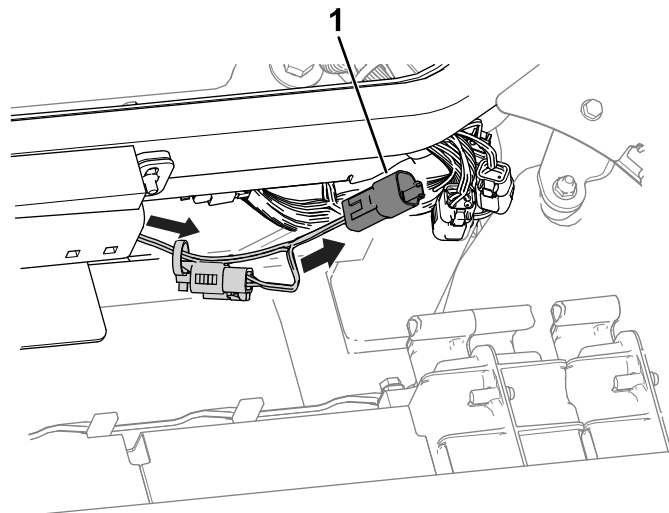

**Figur 3**
4. Använd de befintliga bultarna och muttrarna från huvstödsfästet för att fästa monteringsfästet på traktorenhetens ram (Figur 3).